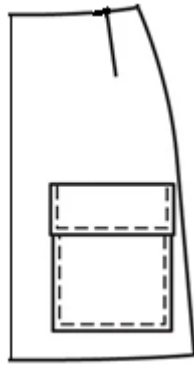

Рисунок 1 – Фрагмент юбки. Переднее полотнище с накладным карманом и клапаном
Второй этап: Моделирование фрагмента заданной модели **«Фрагмент переднего полотнища юбки с карманом»** (стр. 7, рис. 1) в натуральную величину и изготовление лекал
Третий этап: Изготовление (пошив) образца фрагмента заданной модели (стр. 7, рис. 1) женской юбки.
1) Внешний вид фрагмента заданного изделия должен полностью соответствовать техническому рисунку модели и художественно-техническому описанию (стр. 3, табл.1) и рисунку фрагмента(стр. 7, рис. 1).